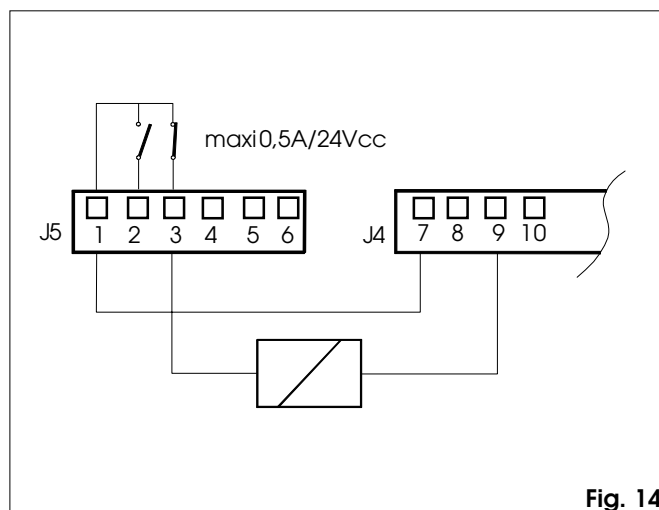

Fig. 14
- 3 Électroserrure - Contact N.F. (portée maxi 0,5 A/24 V) (fig. 14)**